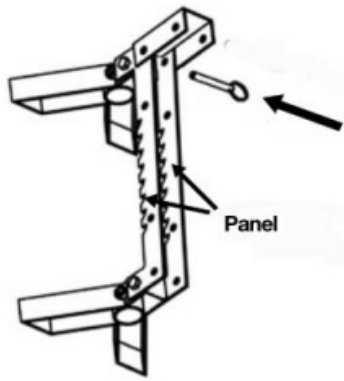

Figure 12
1. Assemblez l'extrémité sur l'ensemble du support à l'aide du boulon (M10*65), de la rondelle (M10) et de l'écrou (M10). (M10) et l'écrou (M10). Comme indiqué sur la figure 12.